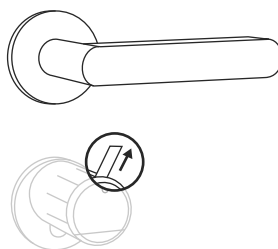

Fig. 7
- ⑦ Se non lo si è ancora fatto, rimuovere la striscia di protezione della batteria dal vano batteria sulla manopola interna (Fig. 7).